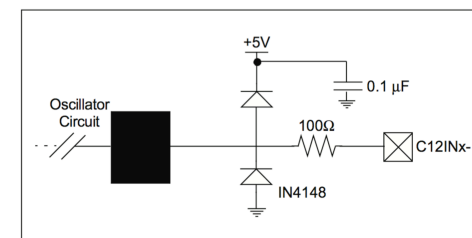

図3. 静電気対策回路*
(2)静電気対策 本キットでは、PICに接続された端子に指で直接触れることになるため、冬場など静電気が発生しやすい時期には、注意が必要です。一応PICの内部に静電気対策が施されているようですが、必要に応じて図3のような外付け対策を行ってください。